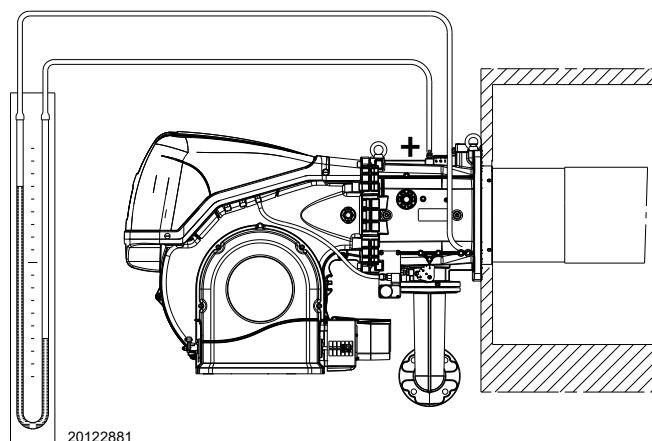

Fig. 31
- Montare un manometro a U o un manometro di tipo differenziale (Fig. 31), con presa (+) sulla pressione del gas del manicotto e (-) in camera di combustione. Serve a ricavare approssimativamente la potenza MAX del bruciatore mediante la .